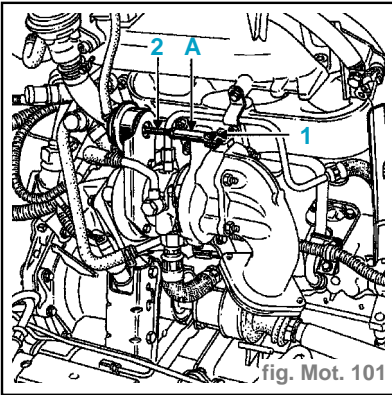

fig. Mot. 101
- Lors d'un contrôle de la pression de calibrage, on peut avoir à intervenir sur le réglage de la longueur de la tige de wastegate (A) (pression hors tolérance). (fig. Mot. 101)